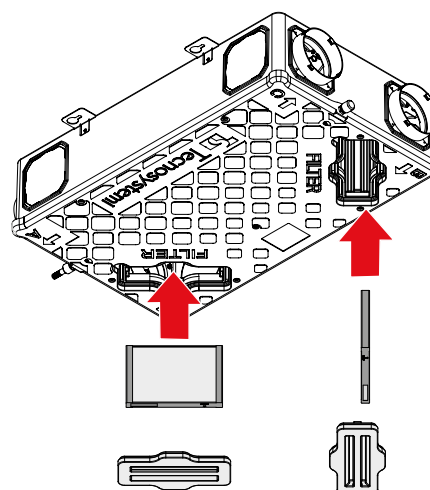

Fig. 4
4. Riposizionare i filtri nei loro alloggiamenti (fig. 4).
5. Chiudere i coperchi di protezione (fig. 4).